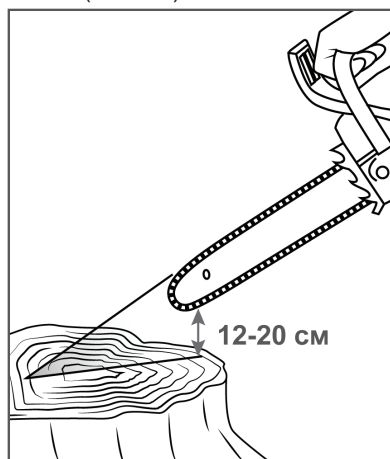

Рис. 12 Проверка подачи масла
2. Нажмите на рычаг газа и дайте двигателю поработать примерно 10-15 секунд на средних оборотах. Под шиной должен остаться четкий след от масла (Рис. 12).